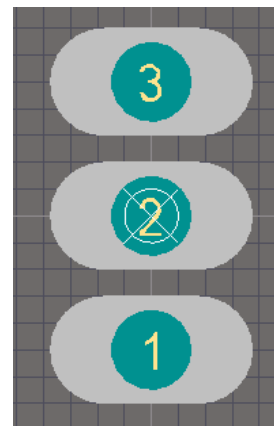

図44 段階1, パッドを配置
- 右クリックするか、ESC を押して、パッドの配置モードを抜けます。3つのパッドは図44の様に配置されます。